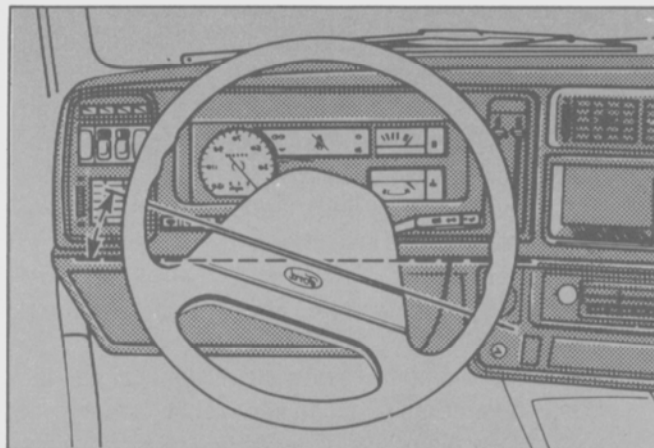

Fig. 34 - Posición correcta del volante de la dirección.
- Conducir el vehículo en línea recta sobre una superficie plana y observar la posición angular del volante (Fig. 34).